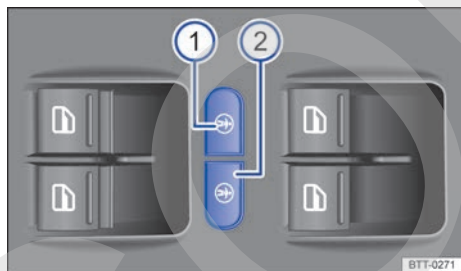

Fig. 83 En la puerta del conductor: teclas del seguro para niños eléctrico.
La tecla izquierda → fig. 83  activa el seguro para niños del lado trasero izquierdo, y la tecla derecha , el del lado trasero derecho.
- *Activar*: pulse la tecla izquierda o la tecla derecha → fig. 83.